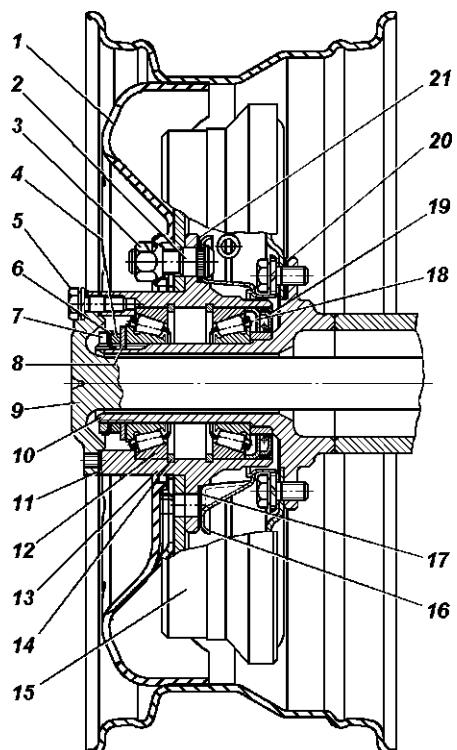

Рис. 11.1. Ступица заднего колеса:
*Ступицы* передних и задних колес (рис. 11.1 и 9.12) одинаковые. К ступице переднего колеса крепятся тормозной диск и муфта отключения колеса, заднего - тормозной барабан и фланец полусоси.
2. Выньте полуось 9 (см. рис. 11.1) у заднего моста или снимите муфту отключения колес у переднего моста.